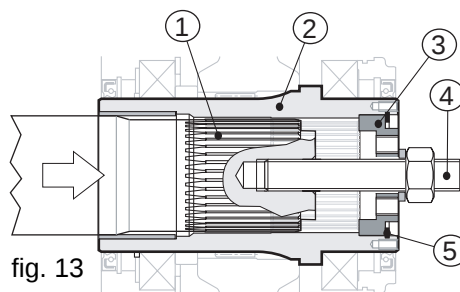

fig. 13
Luego, introducir en sus alojamientos primero la placa de fondo (pos. 3) y el anillo Seeger para internos (pos. 5) que bloquea la placa de fondo (pos. 3); a continuación, enroscar la tuerca de la barra roscada para poner en contacto el eje de la máquina (véase fig. 13).